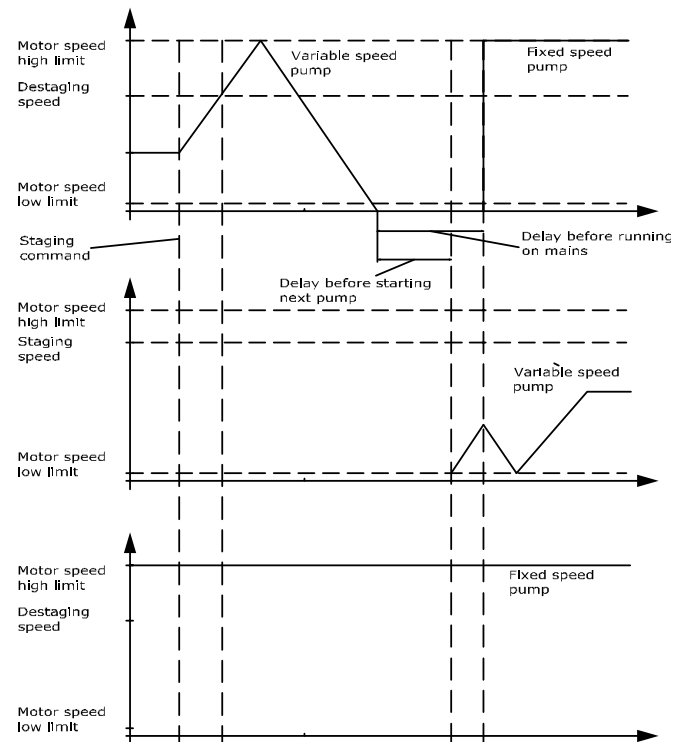

Рисунок 3.80
0.5 s* [пар. 25-58 - 5.0 s]	Этот параметр активен только в том случае, если значение 25-50 Чередование ведущего насоса отлично от Выкл. [0] Этот параметр задает промежуток времени между остановкой предыдущего насоса с регулируемой скоростью и пуском этого насоса, ставшего теперь насосом с фиксированной скоростью. Процесс включения и чередование рассматривается в Рисунок 3.80.